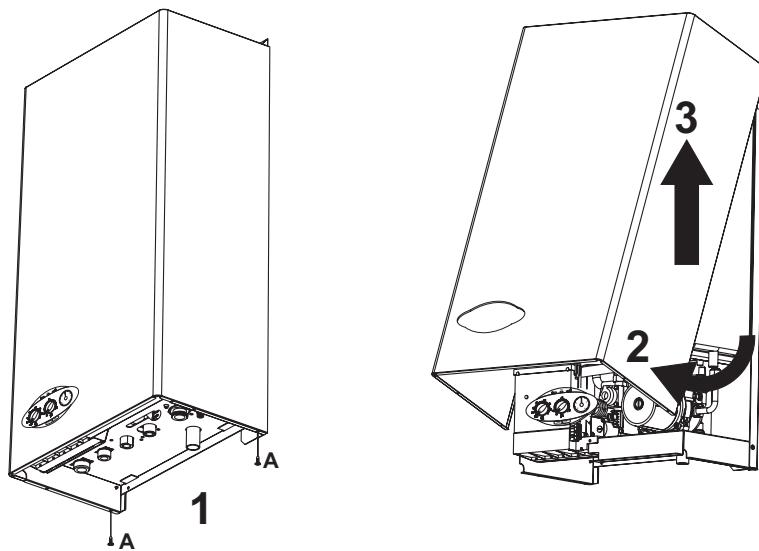

рис. 9 - Снятие кожуха
1. Отвинтите винты "A" (см. рис. 9).
2. Поверните кожух (см. рис. 9).